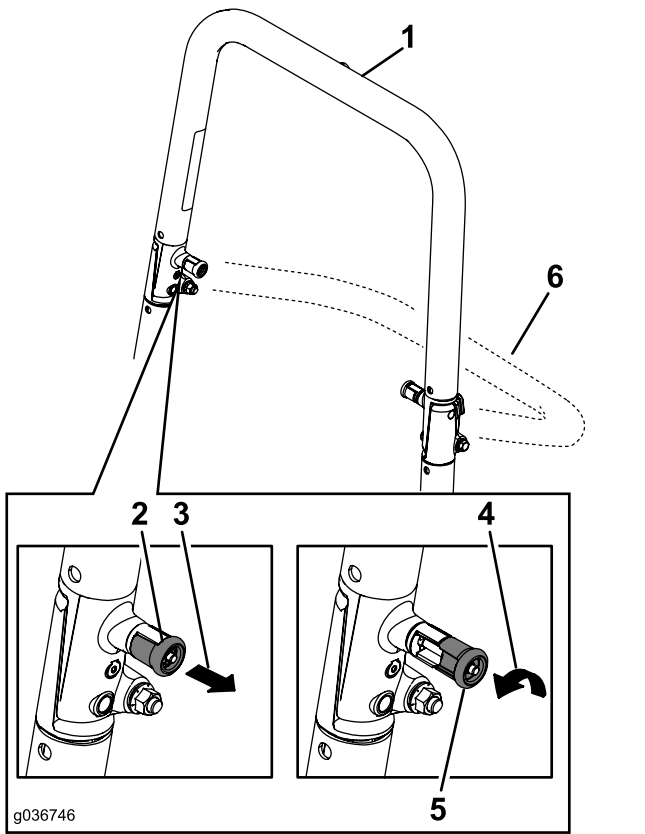

Рисунок 8
2. Потяните обе ручки наружу и поверните их на 90 градусов, чтобы они не были введены в канавки (Рисунок 8).
3. Опустите защитную дугу в нижнее положение (Рисунок 8).
1. Поднимите защитную дугу в рабочее положение и поверните ручки так, чтобы они частично вошли в канавки (Рисунок 8).
2. Поднимите защитную дугу в полностью вертикальное положение, одновременно нажимая на верхнюю часть защитной дуги так, чтобы штифты вошли со щелчком в отверстия, когда они будут совмещены с ними (Рисунок 8).